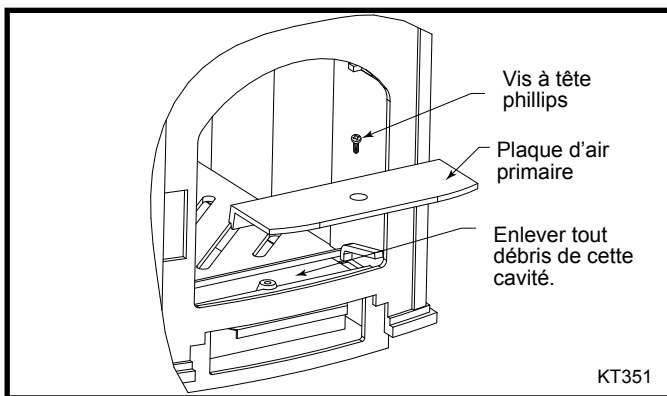

Fig. 34 Enlever la vis à tête phillips et la plaque d'air primaire pour nettoyer la cendre de la cavité.
1. Défaites les vis à empreinte cruciforme retenant la plaque de sortie d'air primaire. (Fig. 34)